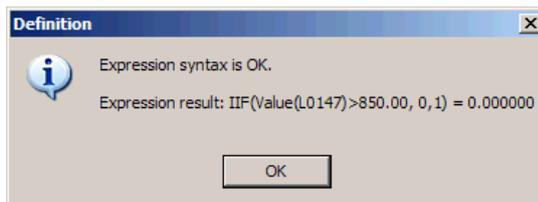

Рис. 3.45. Диалоговое окно при успешном тесте выражения.
5. Нажмите на кнопке **Test Expression**, чтобы посмотреть, корректно ли выражение. Рис. 3.45 показывает диалоговое окно при опробовании корректного выражения.